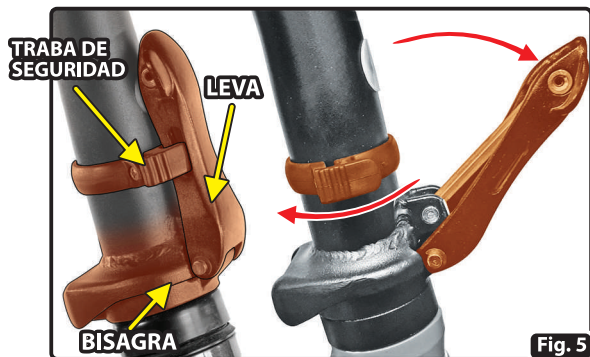

Fig. 5
- Quitar la **traba de seguridad** llevandola hacia atras (Fig. 5).
- Llevar la **leva** hacia abajo sujetandola firmemente para destrabar la bisagra del **stem** (Fig. 5).